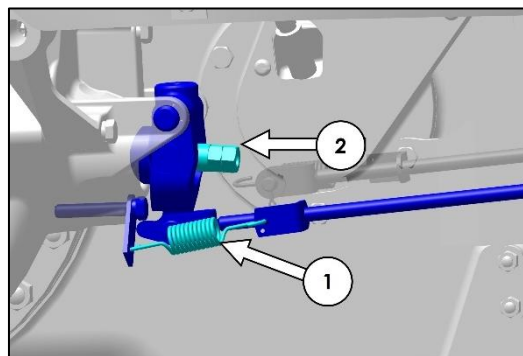

Fig. 293 – INSTELLEN REMPEDAAL
1. Haak de remretourveren los (item 1 in Fig. 293) en laat de parkeerrem los.
4. Draai één wiel langzaam rechtsom en draai tegelijkertijd de stelmoer van de remaandrijving (item 2 in Fig. 293) aan totdat het wiel net blokkeert.